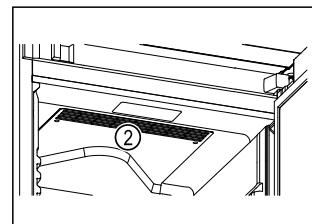

Fig. 62
- ❑ Cirkuliuojančio oro ventiliatoriaus vésinimo plyšiai Fig. 62 (2) viduje turi būti neuždengti.